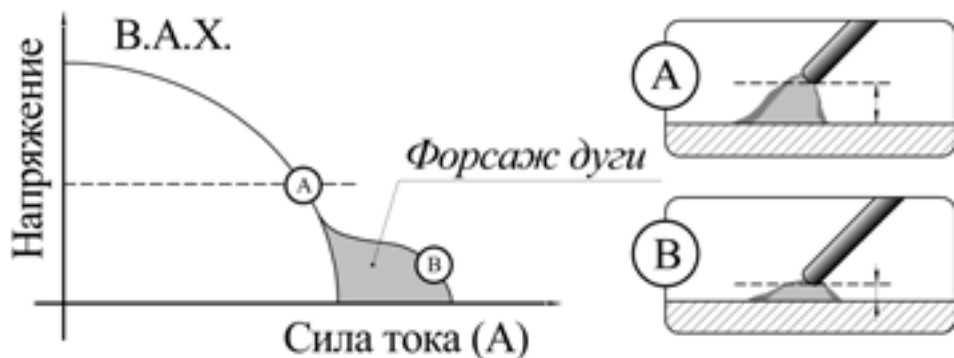

Рис. 6.7. Форсаж дуги.
**Форсаж дуги** рекомендуется применять при сварке покрытыми электродами на малых токах. В процессе сварки происходит автоматическая регулировка силы сварочного тока, что уменьшает склонность к залипанию покрытого электрода к свариваемой детали (см. рис. 6.7).